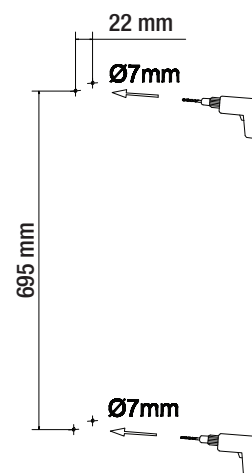

Fig. 10
8. Marquer et percer 3 trous $\varnothing 7$ mm (1/4"), comme indiqué dans la Fig. 10. Les deux trous sont à une distance verticale de 765 mm (30") l'un de l'autre. PROCÉDER AVEC EXTRÊME PRUDENCE LORSQUE VOUS PERCEZ DANS CETTE ZONE. ARRÊTEZ IMMÉDIATEMENT SI VOUS ENTENDEZ TOUT CHANGEMENT DANS LE SON FAIT PAR LA PERCEUSE OU SI VOUS VOYEZ TOUTE TRACE DE MÉTAL.